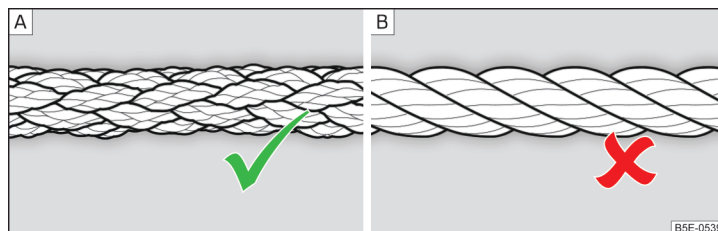

Fig. 126 Flettet slæbetov / Viklet slæbetov
I forbindelse med bugsering skal du anvende et flettet slæbetov » Fig. 126 – A.
- I forbindelse med bugsering må du ikke anvende et viklet slæbetov » Fig. 126 - **B**, slæbeøjjet kan blive skruet ud af bilen – fare for ulykke.